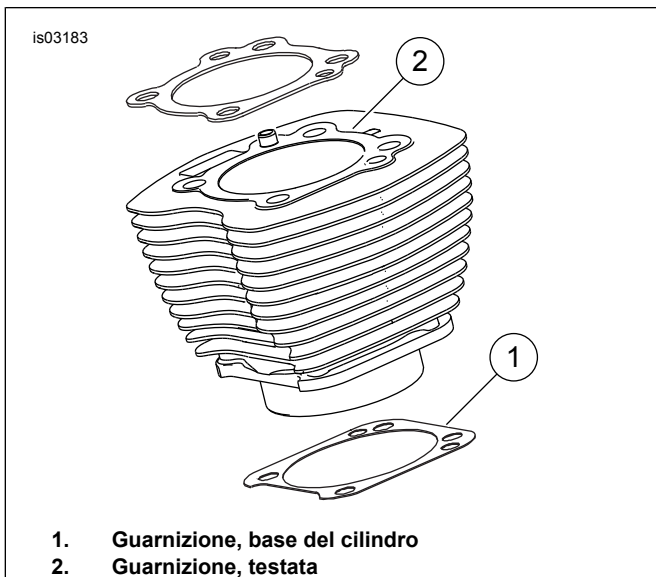

Figura 1. Guarnizioni del cilindro
Vedere Figura 1. La guarnizione (1) da 103,12 mm (4,060 in) della base del cilindro e quella della testata (2) eliminano la necessità di usare anelli di tenuta O-ring. Non utilizzare anelli di tenuta O-ring su perni di riferimento o su codoli dei cilindri.